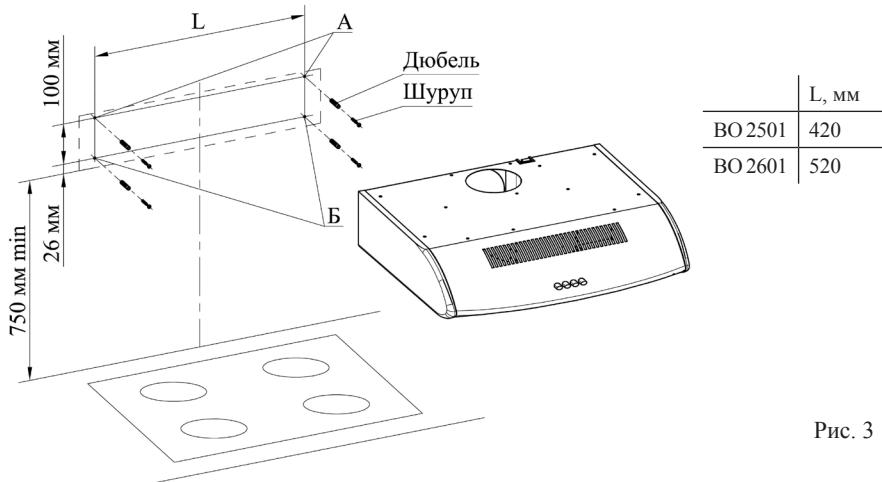

Рис. 3
ВНИМАНИЕ! МИНИМАЛЬНОЕ РАССТОЯНИЕ МЕЖДУ ПЛОСКОСТЬЮ УСТАНОВКИ ПОСУДЫ НА ПЛИТУ (НАГРЕВАТЕЛЬНОЙ ПОВЕРХНОСТЬЮ) И ВОЗДУХООЧИСТИТЕЛЕМ ДОЛЖНО БЫТЬ 75 см. ВОЗДУХООЧИСТИТЕЛЬ КРЕПИТЬ НА РОВНУЮ ПОВЕРХНОСТЬ (рис. 3).
6.3 С учетом установочной высоты и центральной линии разметьте на стене отверстия (A и Б) (рис. 3).
6.4 Просверлите отверстия (A и Б) диаметром 8 мм на глубину 50 мм (рис. 3).
- 6.5 В отверстия вставьте дюбели согласно рис. 3 и по отверстиям А заверните не до упора два шурупа, на которые навесьте воздухоочиститель со снятыми фильтром металлическим (крышкой).